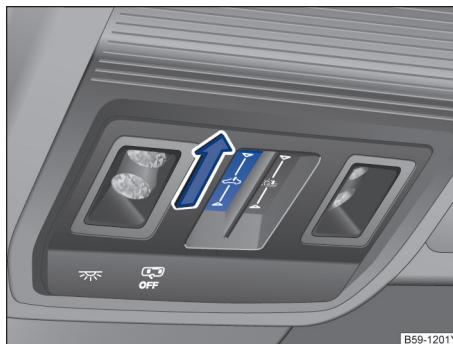

图 71 在顶篷中：打开天窗
- 手指在功能按键 凹槽内沿箭头方向快速向后滑动一下→图 71。